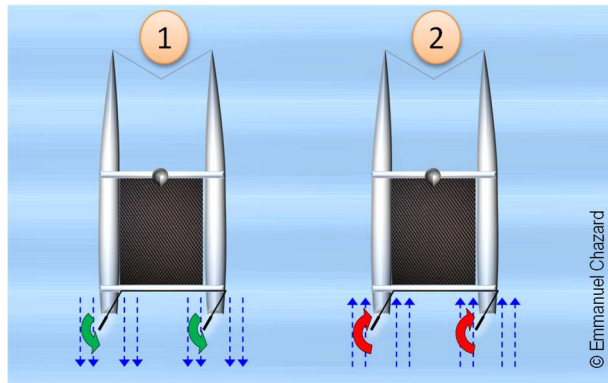

Figure 24. Effet du sens de la marche, avant (1) ou arrière (2), sur le comportement des safrans
La Figure 24 montre le catamaran vu de dessus. Les flèches bleues pointillées représentent le flux de l'eau par rapport au bateau. Les flèches courbes représentent le mouvement imprimé aux safrans. En marche avant (1) les safrans tendent à rejoindre le plan sagittal, tandis qu'en marche arrière, les safrans tendent à s'en écarter.